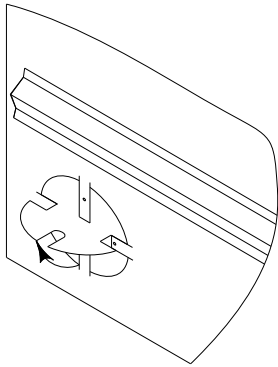

Figure 1 Retrait du panneau amovible /
3. Le conduit d'aération doit être raccordé sur le côté gauche de l'Opel2 catalytique et de l'Opel3 catalytique. Commencez par enlever le panneau amovible sur le côté du foyer (voir Figure 1). Pliez ensuite les quatre languettes à 90°.